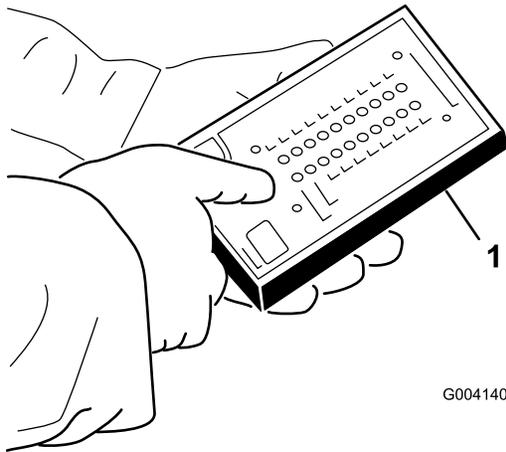

Bild 28
- Schließen Sie den Stecker der ACE-Diagnostikanzeige an den Rückführungsstecker des Kabelbaums an (Bild 28).